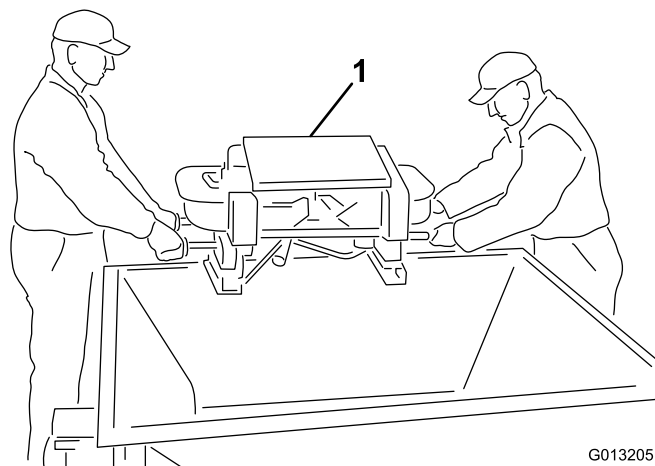

Рисунок 5
4. Извлеките двухдисковый центробежный разбрасыватель из бункера, удерживая его за внешние ручки и положите на землю (Рисунок 5).